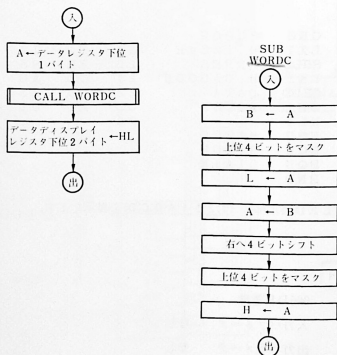

図10.10
(4) フローチャート 図10.10にフローチャートを示します。